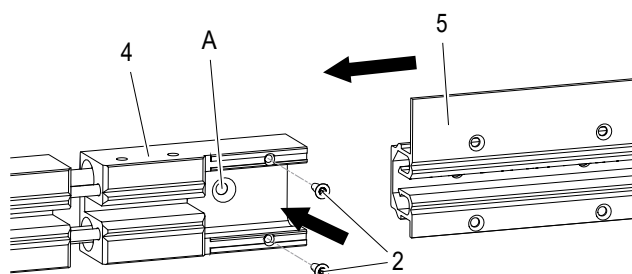

Abb. 63: Schienenadapter montieren
→ Wenn die Fixpunktschraube M4x20 (Schraube M4x20 in Abb. 63 nicht zu sehen) im Dehnelement (4) an Position A sitzen soll, dann muss sie angebracht werden, bevor der Schienenadapter (5) montiert wird (siehe Abb. 63).
- Wenn der Fixpunkt im Dehnelement (4) sitzt, dann die Fixpunktschraube (A) mit Mutter in das Dehnelement (4) entsprechend mit einem Anziehdrehmoment von 3,0 Nm montieren (M4 DIN 7991, Innensechskant SW2,5 – Stahl 8.8, Mutter (SW7) (siehe Abb. 63).
- Schienenadapter (5) mit den 2 selbstfurchenden Schrauben M3 x 8 (2) montieren. Die Schrauben (2) mit einem Anziehdrehmoment von 2,0 Nm anziehen, Schraubentyp: Innensechsrund (TorxPlus TP10) (siehe Abb. 63). Die selbstfurchenden Schrauben (3) müssen mit einem Drehmoment-Abschalterschrauber (maschinell) angezogen werden.